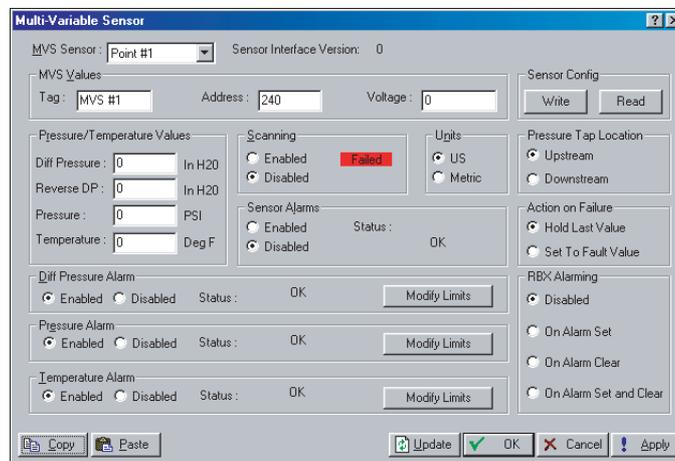

Figura 6-3. Sensor Multivariável
1. Selecione I/O > **MVS Sensor**. Consulte a Figura 6-3.